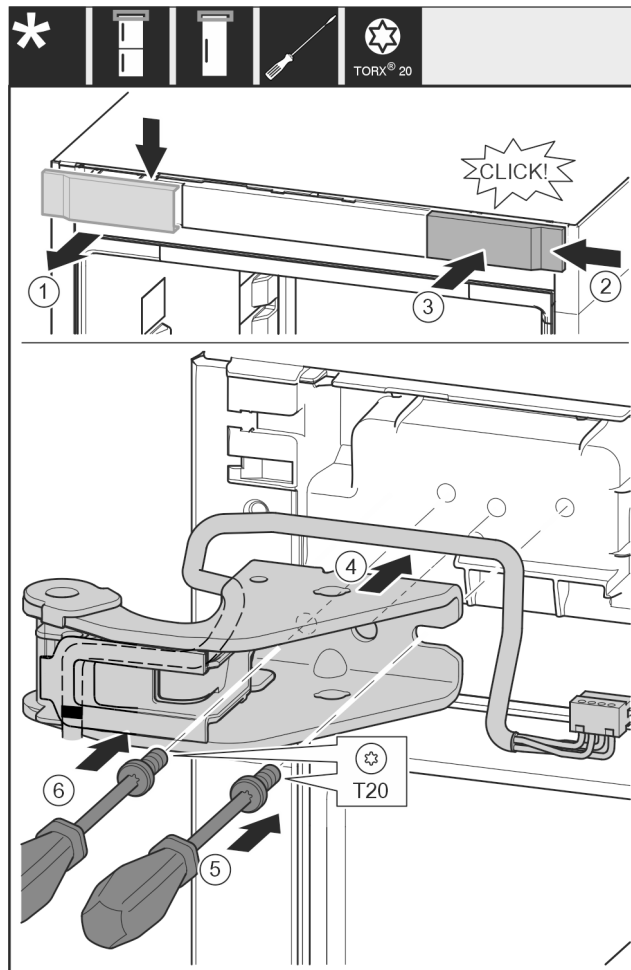

Fig. 22
- ▶ Skinite poklopac odozgo prema naprijed. Fig. 22 (1)
- ▶ Objesite pokrov okrenut za 180° na drugoj strani s desne strane. Fig. 22 (2)
- ▶ Pustite da pokrov uskoči. Fig. 22 (3)
- ▶ Postavite gornji podložak ležaja. Fig. 22 (4)
- ▶ Odvijačem T20 umetnite i pritegnite vijak. Fig. 22 (5)
- ▶ Odvijačem T20 umetnite i pritegnite vijak. Fig. 22 (6)